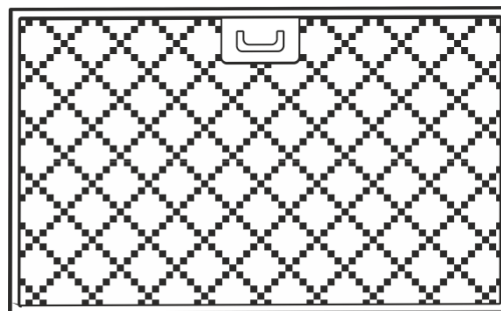

Рис.10
- снять алюминиевый фильтр 1 (рис.9), формат фильтров показан на (рис.10);